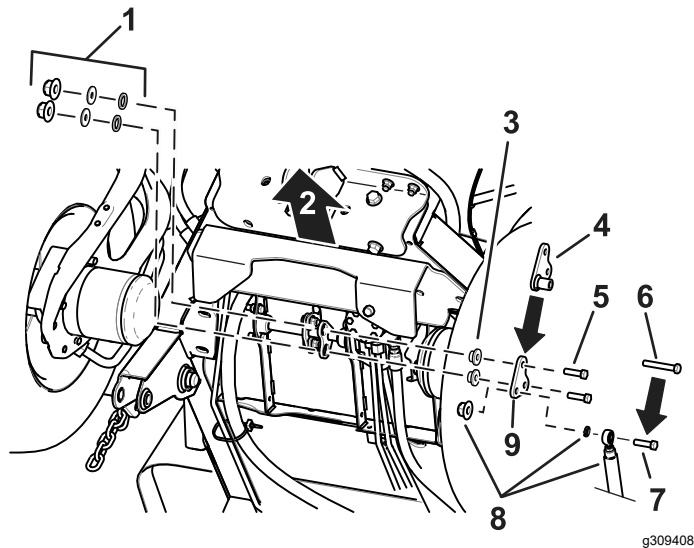

Figura 3
1. Retire o espaçador existente da máquina como se mostra na Figura 3.
2. Instale o novo espaçador e com o novo parafuso (3/8 x 2-1/2 pol.) e a ferragem existente; consulte a Figura 3.